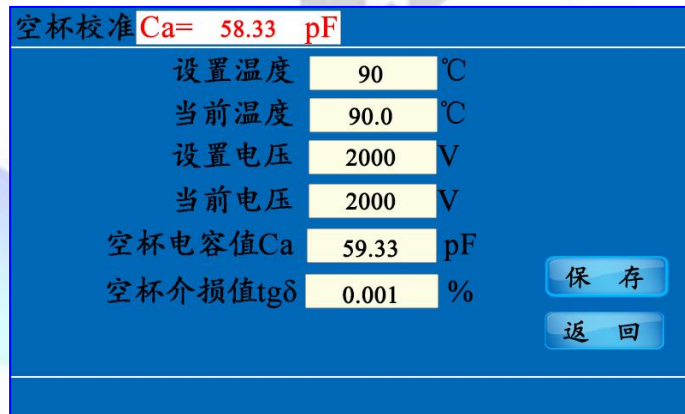

图 7
①由于温度对充满空气的电极杯的电容量和介质损耗因数无明显影响，所以可以设置较低的测试温度即可，建议设置温度大于室温 10 摄氏度。轻触【返回】键回到主菜单。
②校准结果——空杯校准测量结束后，如图 7 画面显示校准结果。此时轻触【保存确定】键保存校准结果，轻触【退出】键回到主菜单。